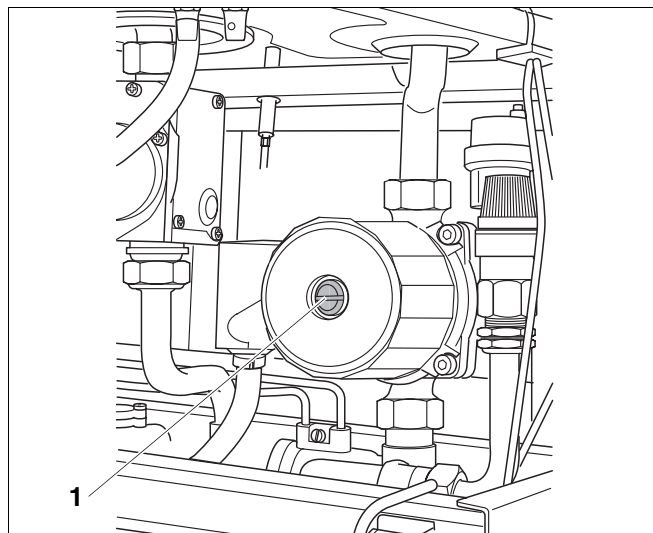

Fig. 18 Vérifier le fonctionnement de la pompe de circulation
- Visser la vis de fermeture (fig. 18, pos. 1) sur la pompe de circulation.